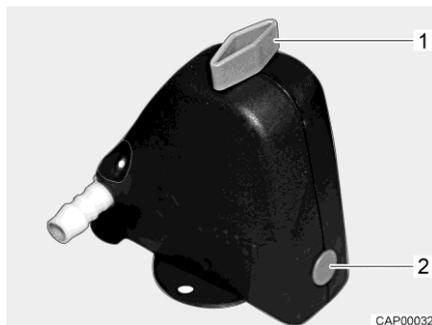
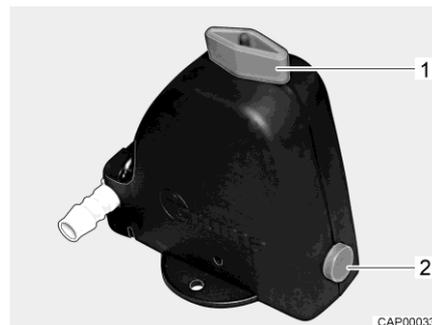

Fig. 136 Valvola di sicurezza/di scarico chiusa
Fig. 137 Valvola di sicurezza/di scarico aperta
- Aprire la valvola di sicurezza/di scarico (Fig. 136). A tal fine ruotare la manopola (Fig. 136,1) nel senso della lunghezza della valvola di sicurezza/di scarico. Il bottone automatico (Fig. 136,2) scatta all'infuori. La valvola di sicurezza/di scarico aperta è rappresentata in Fig. 137.